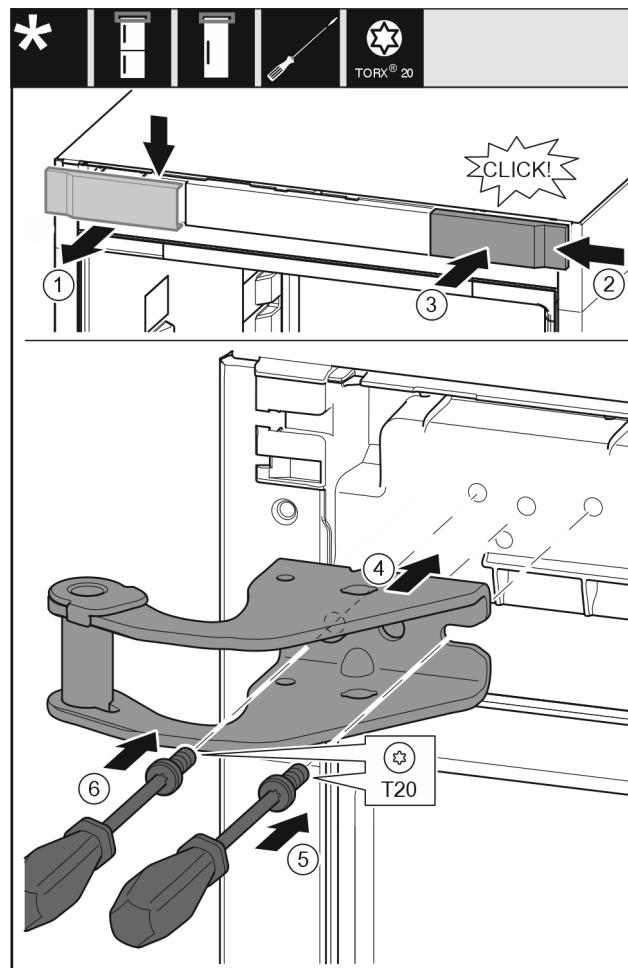

Fig. 12
- ▶ Свалете капака от горе напред. Fig. 12 (1)
- ▶ Закачете капака, завъртян на 180°, от другата страна отляво. Fig. 12 (2)
- ▶ Фиксирайте капака. Fig. 12 (3)
- ▶ Поставете горната лагерна стойка. Fig. 12 (4)
- ▶ С отвертка T20 поставете винта и го затегнете. Fig. 12 (5)
- ▶ С отвертка T20 вкарайте винта и го затегнете. Fig. 12 (6)